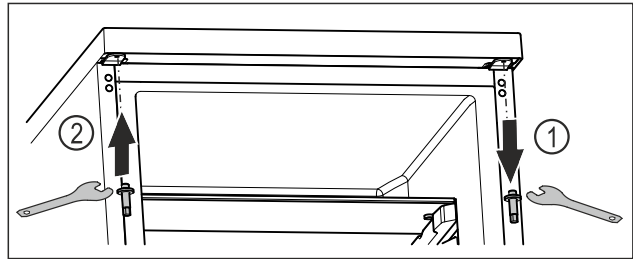

Fig. 18
- ▶ Keerake ülemine polt väliskruuskantvõtmega välja. Fig. 18 (1)
- ▶ Keerake polt vastasküljel väliskruuskantvõtmega kinni. Fig. 18 (2)